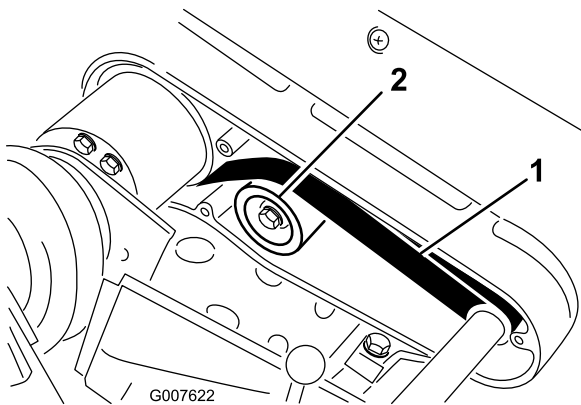

Bild 42
2. ­berpr­ufen Sie die Spannung. Bringen Sie hierf­ur eine Kraft von 22-26 N in der Mitte des Riemen zwischen den Riemenscheiben auf (Bild 42). Der Riemen muss sich 6 mm durchbiegen lassen.
- A. Losen Sie die Befestigungsmutter der Spannscheibe und drehen Sie die Spannscheibe nach rechts gegen die R­uckseite des Riemen, bis Sie die gew­unschte Riemen­spannung erzielt haben (Bild 42).